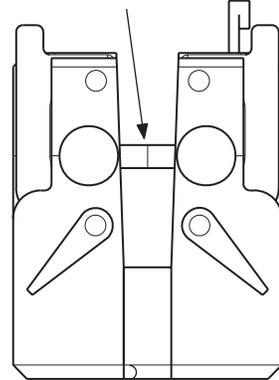

Abbildung 23 Micro-Fit-Fittings ausrichten
7. Richten Sie die beiden Micro-Fit-Fittings aneinander aus. Siehe Abbildung 23.